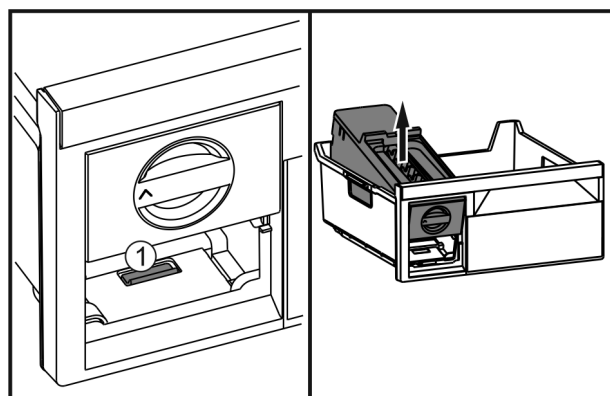

Fig. 80
- ▶ Tryck på fliken Fig. 80 (1), lyft EasyTwist-Ice bakifrån och ta ut den ur frysacket.